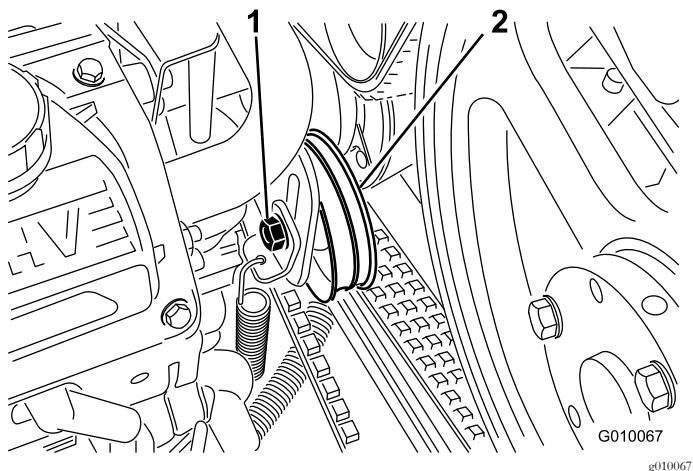

Figura 57
- Desaperte o parafuso intermédio da correia da bomba o suficiente para permitir o movimento na sua ranhura de ajuste (Figura 57).